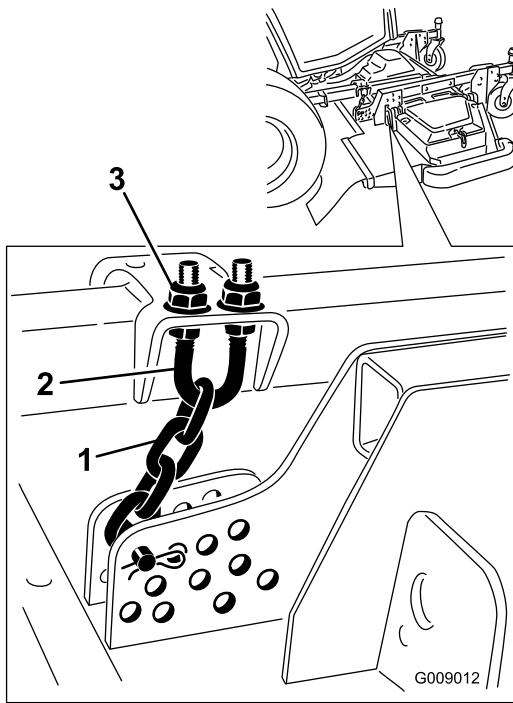

Рисунок 134
- Отпустите верхние или нижние зажимные гайки на U-образном болте цепи высоты скашивания (Рисунок 134).